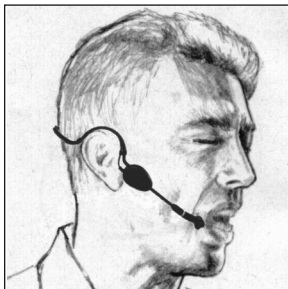

Fig. 1: Colocar el micrófono.
1. Colóquese el micrófono tal como se indica en la Fig. 1.